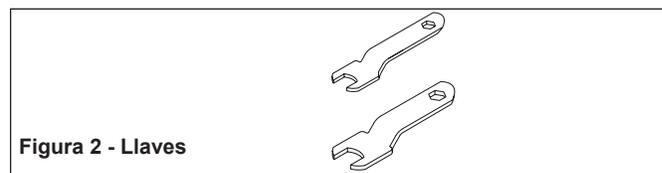

Figura 2 - Llaves
2. Ajuste firmemente el mandil portapieza con llaves (Vea la Figura 2 & 3). Coloque una llave sobre la tuerca de boquilla y la otra en el eje. Gire la llave de la tuerca del mandril hacia la derecha, mientras al mismo tiempo gira la otra llave en la dirección opuesta, asegúrese de que el vástago no quede posicionado incorrectamente.